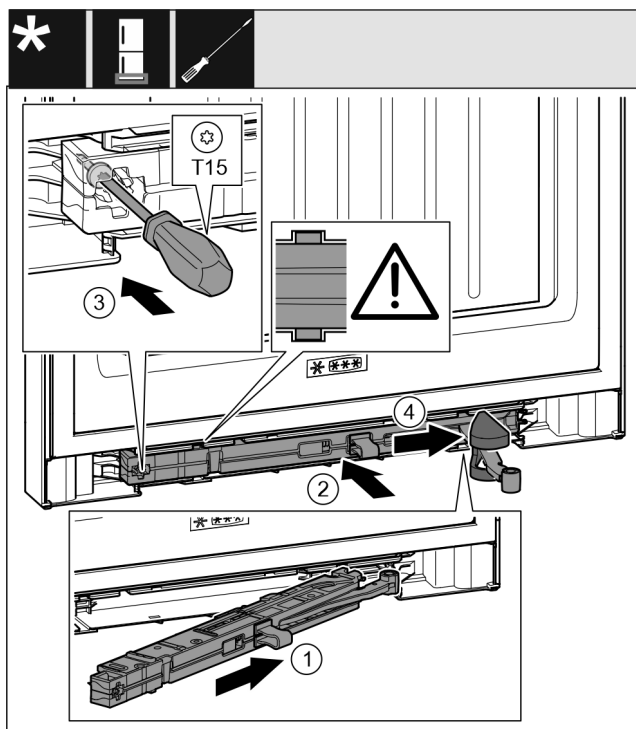

Fig. 31
- ▶ Inserire in diagonale l'unità dell'ammortizzatore di chiusura Fig. 31 (1) nel vano sul lato del blocco di supporto fino a battuta.
- ▶ Inserire completamente nel vano l'unità dell'ammortizzatore di chiusura Fig. 31 (2).
- ▶ Stringere la vite Fig. 31 (3) con un cacciavite.
- ▶ Spostare la copertura Fig. 31 (4) sul giunto.